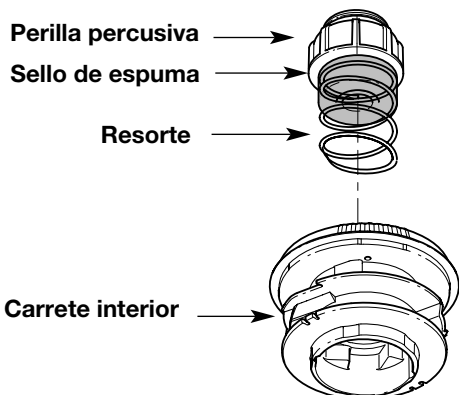

Fig. 20
1. Saque la perilla percusiva, el resorte y el sello de espuma girando la perilla percusiva en sentido antihorario (Fig. 20).
2. Saque la botón de tope, el resorte y el sello de espuma (Fig. 20).
7. Coloque la botón de tope, el resorte y el sello de espuma en la bobina exterior (Fig. 20).